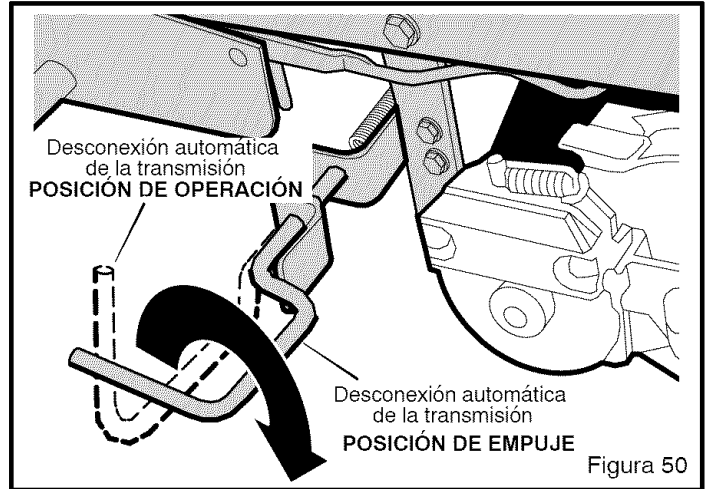

Figura 50
Para empujar la unidad, use la **desconexión automática** para desactivar la transmisión. (Figura 50)
3. Para desenganchar la transmisión y mover la unidad, jale y gire la **desconexión automática de la transmisión** y asegure la **desconexión automática de la transmisión** en la posición de EMPUJE (Figura 50). La transmisión está ahora *desactivada* y se puede empujar la unidad.
1. La **desconexión automática de la transmisión** debe estar en la posición de OPERACIÓN (Figura 50).